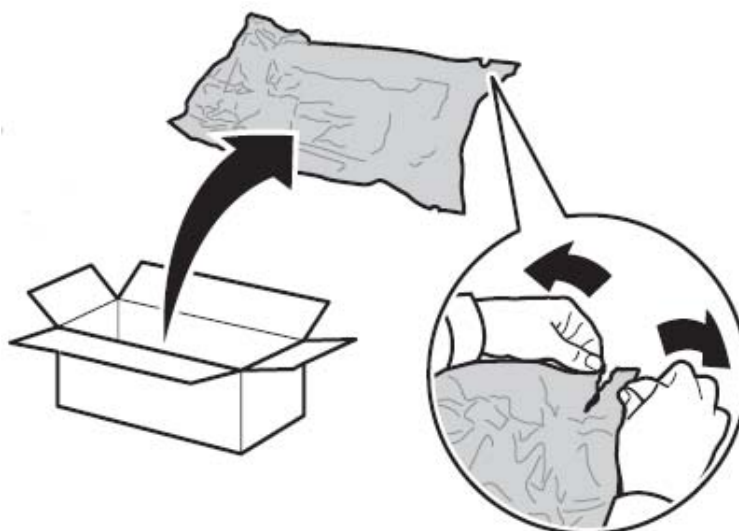

Abb. 2.3.c Trommeleinheit auspacken
6. Entfernen Sie das Klebeband (oben auf der Trommeleinheit; siehe Abb. 2.3.d) und ziehen Sie dann vorsichtig das Schutzpapier gerade aus der Trommeleinheit heraus.